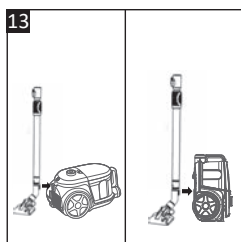

Fig. 13
- Presione el botón de liberación del tubo telescópico (21) para retraer el tubo antes de estacionar.
- Posición de estacionamiento horizontal** - Deslice la lengüeta del cuello del cepillo para suelos (17) en la ranura de estacionamiento de la parte posterior de la aspiradora, tal como se ilustra (Fig. 13).
- Posición de estacionamiento vertical** - Coloque la aspiradora en posición vertical y deslice la lengüeta en el cuello del cepillo para pisos (17) en la ranura de estacionamiento en la parte inferior de la aspiradora como se ilustra (Fig. 13).